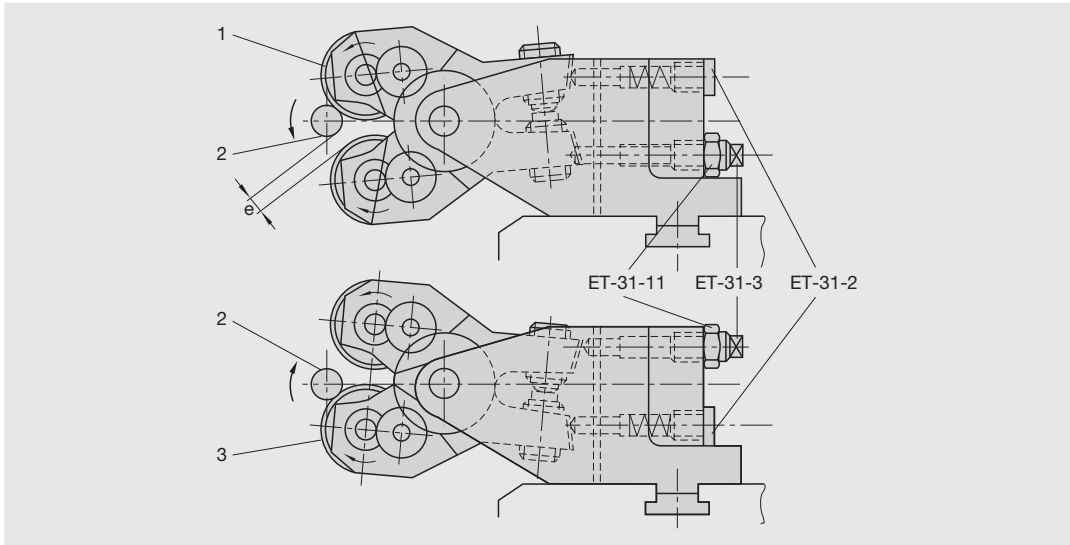

Abb. 15: Einstellen des Pendelspiels mit Federbolzen
Der Federbolzen (ET-31-2) kann im Rollkopfhalter in zwei Positionen eingesetzt werden (siehe Abb. 15). Rotiert die obere Gewinderolle (1) gleichsinnig mit dem Werkstück (2), muss auch der Federbolzen (ET-31-2) im Halter oben eingesetzt werden (und entsprechend).